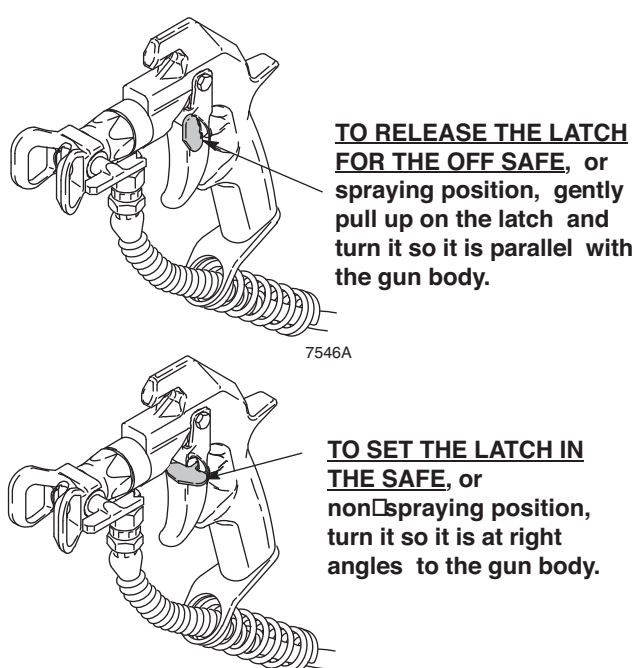

図 1
3. 引き金安全ラッチを掛けます。(図 1)
1. 引き金安全ラッチを掛けます。(図 1)
9. 引き金を解放し、引き金安全ラッチを掛けます。(図 1)